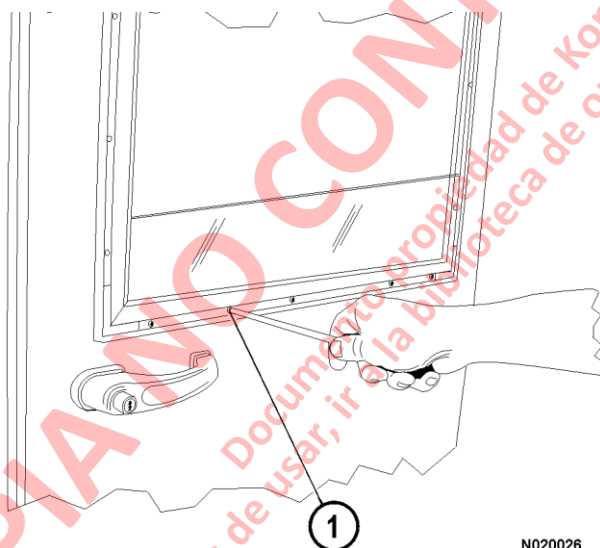

FIGURA 2-11.
9. Saque el material de tapicería que cubre los pernos (1, Figura 2-11) que sujetan el marco de la ventana a la puerta. Saque los pernos.
Los pernos a lo largo de la parte inferior externa del marco de la ventana pueden ser más cortos que los que van a los lados y en la parte superior. Estos pernos se deben usar en esta área para evitar que el vidrio de la ventana se raye o se agriete. Ver Figura 2-11.